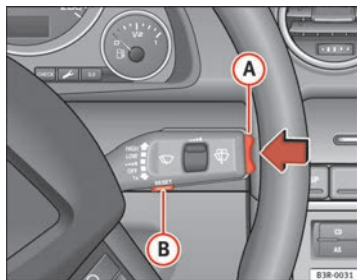

Abb. 60 Scheibenwischerhebel: Bedienelemente des Bordcomputers
Durch Drücken der Reset-Taste **(B)** ⇒ Seite 89, Abb. 60 kann zwischen den Funktionen 1 und 2 des Bordcomputers umgeschaltet werden.
Durch kurzes Drücken des Funktionswahlschalters oder der **Reset**-Taste => **Abb. 60** können Sie den Fahrzeitalarm abstellen.
- Drücken Sie oben oder unten auf den Funktionswahlschalter **A** ⇒ Abb. 60. Dadurch werden die Funktionen des Bordcomputers in den jeweiligen Speicherebenen nacheinander angezeigt.